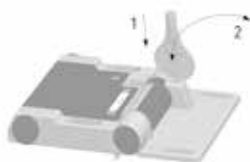

Abb. 7
7. Nach erfolgter Einstellung und Überprüfung der Schaltwinkel muss der Verschlussstopfen für die Einstellöffnung, der sich auf der Rückseite des Einstellwerkzeugs befindet, in die Einstellöffnung eingepresst werden (1) und durch seitliche Bewegungen (2) des Werkzeugs von diesem abgebrochen werden (Abb. 7).